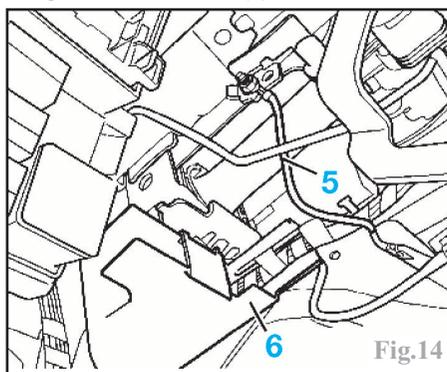

Fig. 14
- le câble de masse (5) de la colonne (Fig. 14).
- le guide du faisceau (6) sous la colonne.